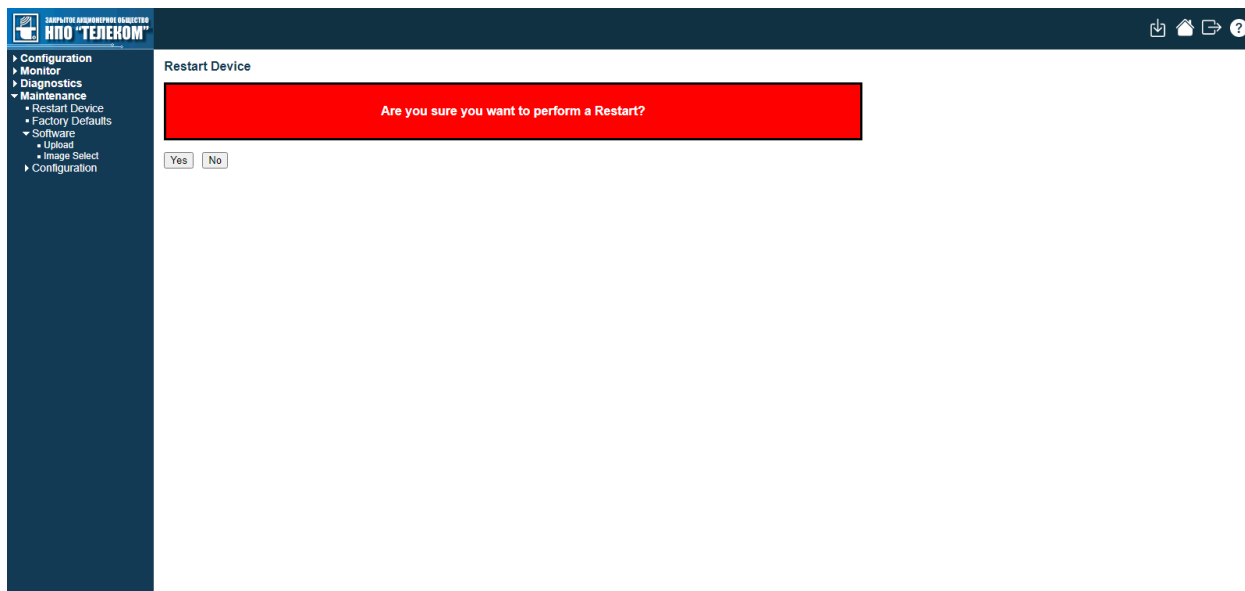

Рисунок 2.3.3 – Перезагрузка устройства
- Перейдите во вкладку обновления Maintenance → Restart Device (рисунок 2.3.3). Нажмите кнопку «Yes» для перезагрузки устройства.